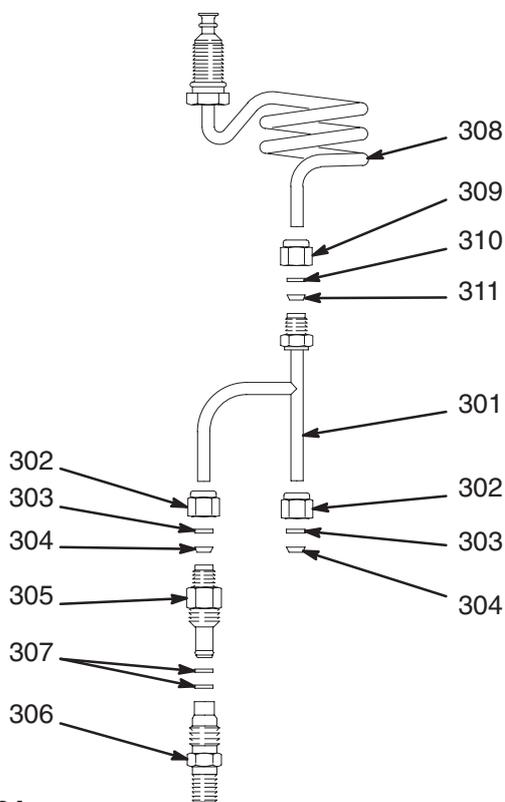
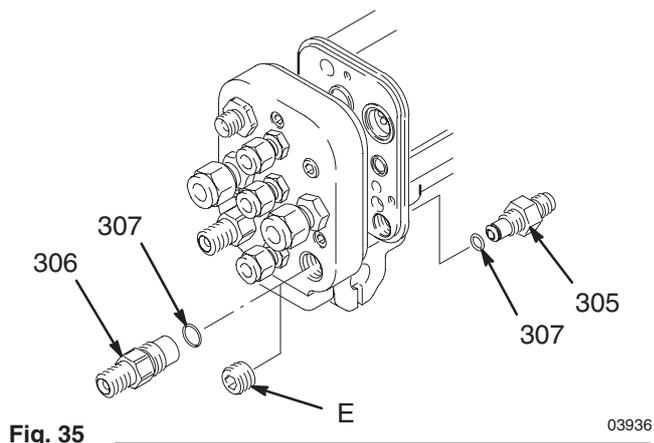

Fig. 34 03956
Fig. 35 03936
2. Extraer el tapón (E) de la salida del colector P2, e instalar el acoplamiento hembra (306). Ver la Fig. 35.
3. Instalar el acoplamiento macho (305) en el cuerpo de la pistola.
4. Instalar la junta tórica (307) en el acoplamiento macho (305) y una junta tórica en el acoplamiento hembra (306).
5. Deslizar las tuercas (302) y los casquillos (303 y 304) de acero inoxidable en ambos extremos del tubo de recirculación (301). Ver la Fig. 34.
7. Deslizar la tuerca de (309) y los casquillos (310 y 311) de nylon sobre el conjunto del tubo extensible (308). Ver la Fig. 34.